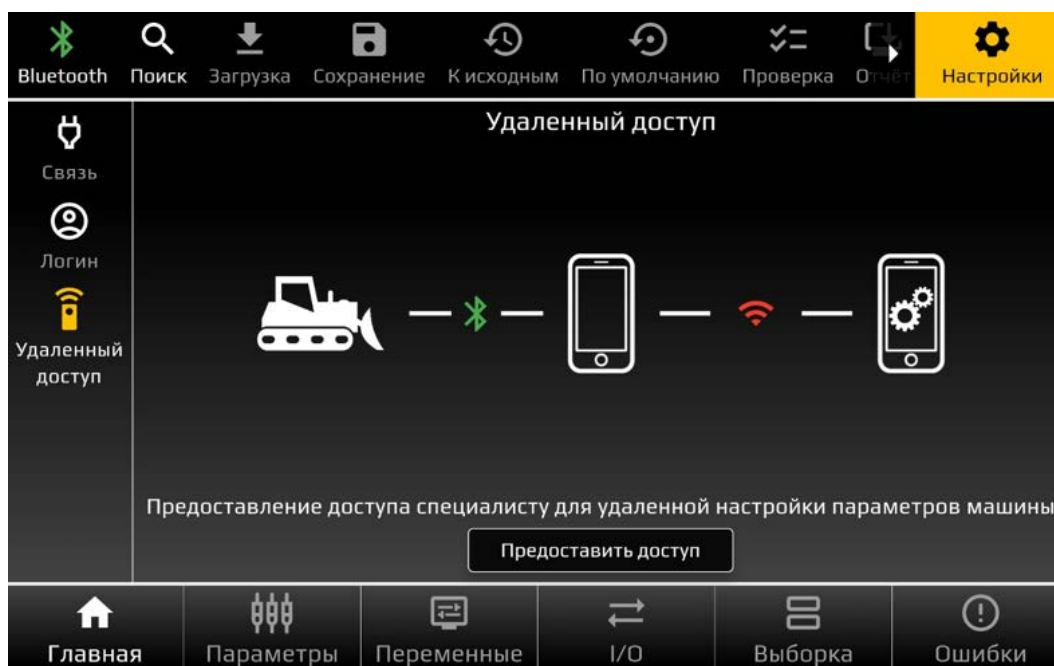

Рисунок 16. Настройка удаленного подключения
- на вкладке «Удаленный доступ» клиенту необходимо нажать кнопку **«Предоставить доступ»** (рис. 16);
- ▶ получив одноразовый код для подключения от клиента, специалисту сервисной службы на вкладке «Удаленный доступ» необходимо нажать кнопку «Получить доступ» (рис. 16);